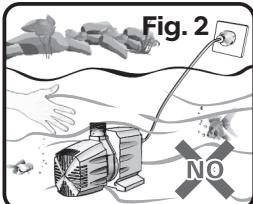

Fig. 2
- Débranchez toujours l'alimentation électrique avant toute intervention d'entretien ou de mettre vos mains dans l'eau où la pompe est immergée (Fig. 2).